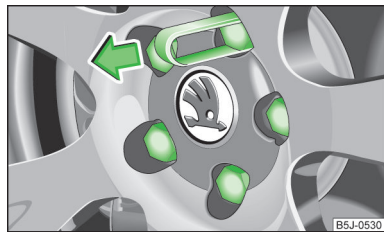

Fig. 137
- Extrageți capacul în sensul săgeții » fig. 137.